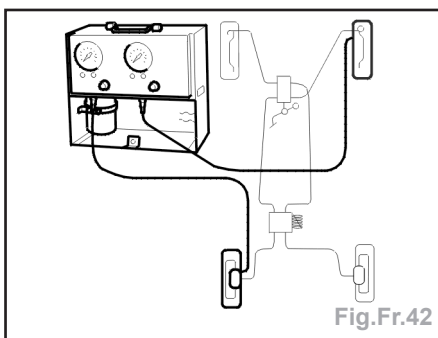

Fig.Fr.42
- Pour contrôler le compensateur arrière côté gauche (Fig.Fr.42).